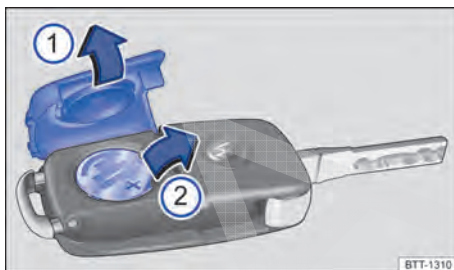

Fig. 45 Chave do veículo com comando remoto: ① Abrir a tampa do alojamento da bateria. ② Remover a bateria.
A bateria encontra-se no lado posterior da chave do veículo com comando remoto, sob uma cobertura → Fig. 45.
- Retirar a cobertura no lado posterior da chave → Fig. 45 ① no sentido da seta → ①.
- Remover a bateria do alojamento da bateria com uma ferramenta adequada ②.
- Posicionar a nova bateria conforme indicado ② e pressionar no sentido contrário ao da seta para dentro do alojamento da bateria → ①.
- Posicionar a cobertura conforme indicado ① e pressionar no sentido contrário ao da seta sobre a carcaça da chave do veículo até encaixar.